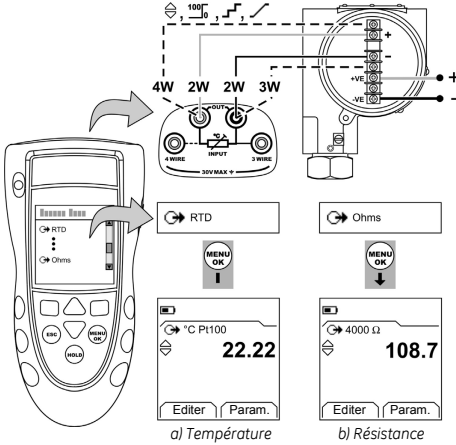

Figure 2 : Exemple de configuration - Simulation de la température ou de la résistance d'un RTD
1. Connecter l'instrument (Figure 2) et, si nécessaire, régler la Configuration (Tableau 1).